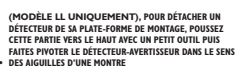

FIG 3.
7. Pour détacher le détecteur de la plate-forme de montage, voir la Figure 3.